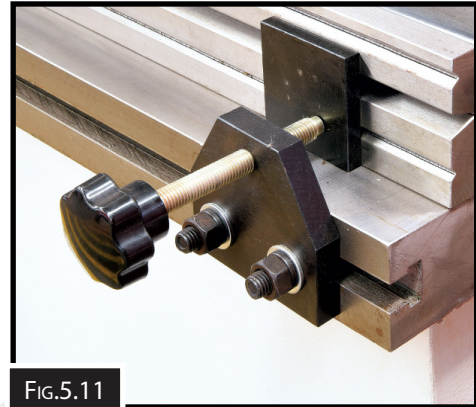

FIG.5.11
2. Loosen the die clamps. (Fig.5.11)